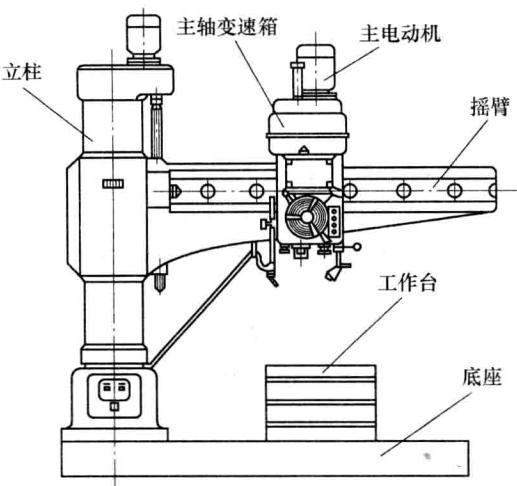

图 1-7 摆臂钻床
(3) 摆臂钻床 摆臂钻床是一种用来对大中型工件进行在同一平面内、不同位置的多孔系加工(钻孔、扩孔、锪孔、镗孔、铰孔、攻螺纹和锪端面等)的一种大型机械，如图 1-7 所示。